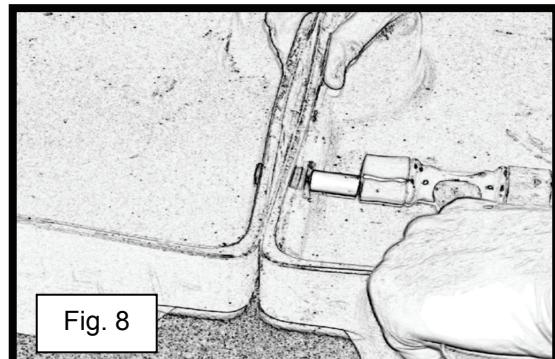

Fig. 8
- 7) Usando una mano per tenere fermi i bancali, dare dei colpetti al tubo in Teflon fino a che questo fuoriesce dal secondo anello di tenuta sull'altro bancale (vedere fig. 8). **NOTA: in caso di resistenza, consultare le istruzioni n. 5 come riferimento.**